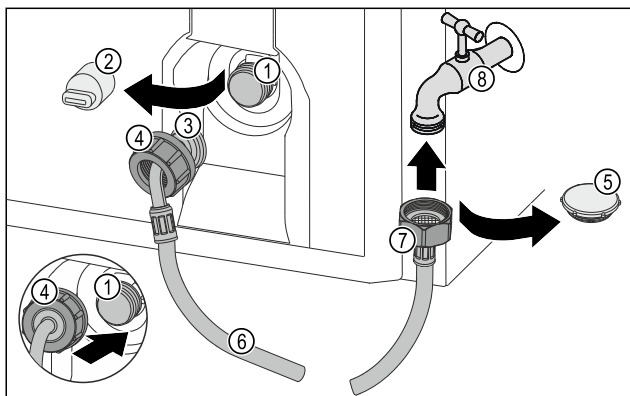

Fig. 32
- Rimuovere il coperchio di chiusura Fig. 32 (5).
- Posizionare l'estremità del flessibile dritta Fig. 32 (7) sul rubinetto dell'acqua Fig. 32 (8).
- Stringere in senso orario sull'estremità del flessibile dritta Fig. 32 (7) in senso orario.